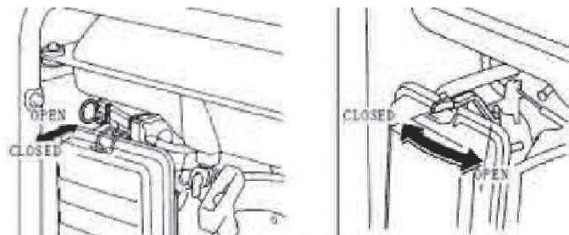

Рис. 4
3. Переведите рычаг заслонки в положение ( | / ) «Запуск» (только при холодном двигателе) (Рис. 4).